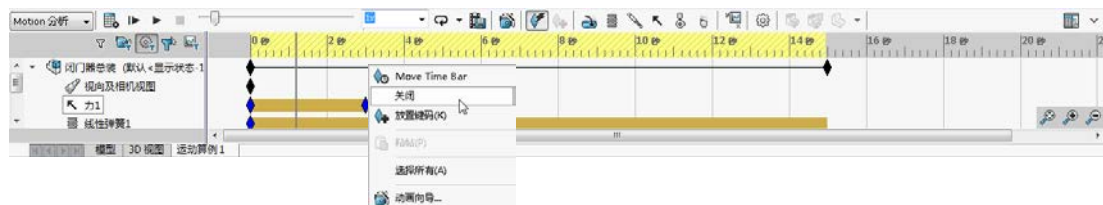

图 6-21 键码区调整
STEP 5 在操控面板键码区中, 拖动顶部键码到“15s”的位置, 将整个动画的时间延长到 15s, 再在“力”模拟元素对应的键码区“3s”处右击, 在弹出的快捷菜单中选择“关闭”菜单选项, 将推门力的作用时间限制为 3s, 如图 6-21 所示。